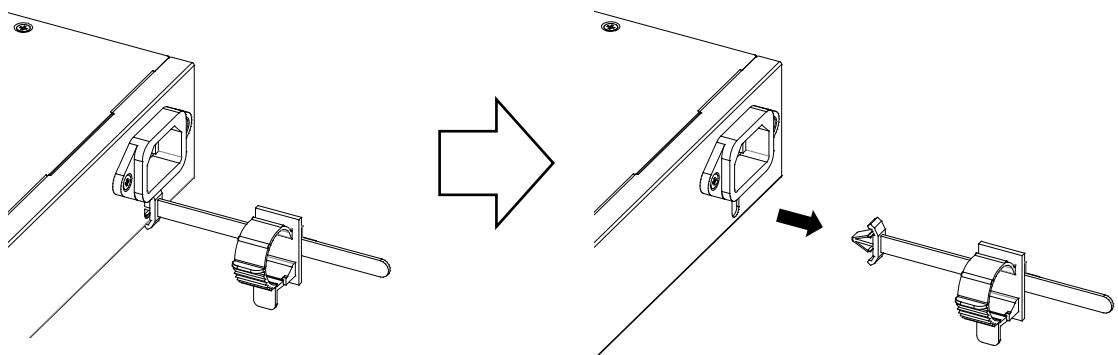

図 3-27 AC 電源コードストッパーの取り外し方法 2
(5) AC 電源コードストッパーを装置から取り外す場合は、AC 電源コードストッパーを 90° 回転させて引き抜いてください。(図 3-27 参照)